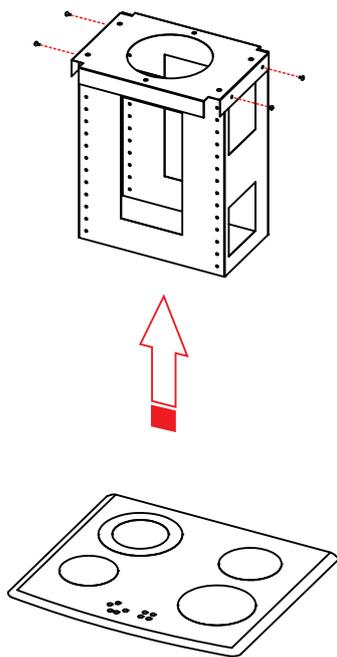

Figura 3
Paso 2: Fije la estructura superior (la más chica de las estructuras) a la bandeja con los 4 tornillos con tuerca incluidos. (ver figura 3)